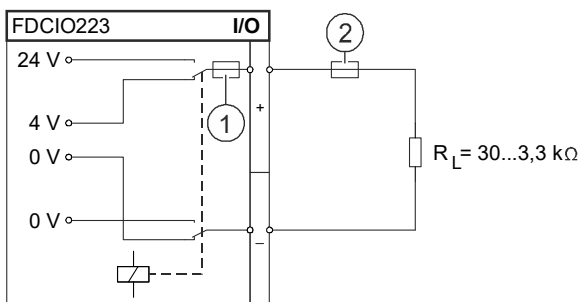

Fig. 8
- Fig. 8 Control line featuring identical-polarity monitoring
- Fig. 8 Steuerlinie mit gleichgepolter Überwachung
- Fig. 8 Ligne de commande avec surveillance homopolaire
- Fig. 8 Línea de mando con monitorización de la misma polaridad
- Fig. 8 Linea di comando con monitoraggio caratterizzato dalla stessa polarità